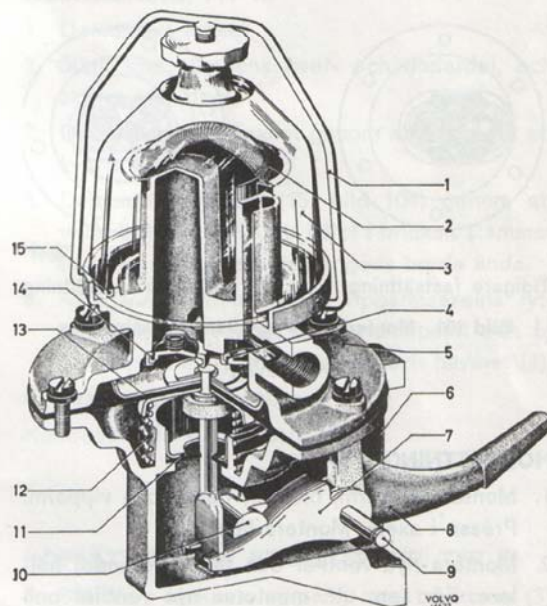

Bild 99. Bränslepump, Typ I
3. Ta bort en låsring för vipparmens (8, bild 99) axel (9). Pressa ur axeln. Tag bort vipparm, fjäder, länkarm (7) och brickor.